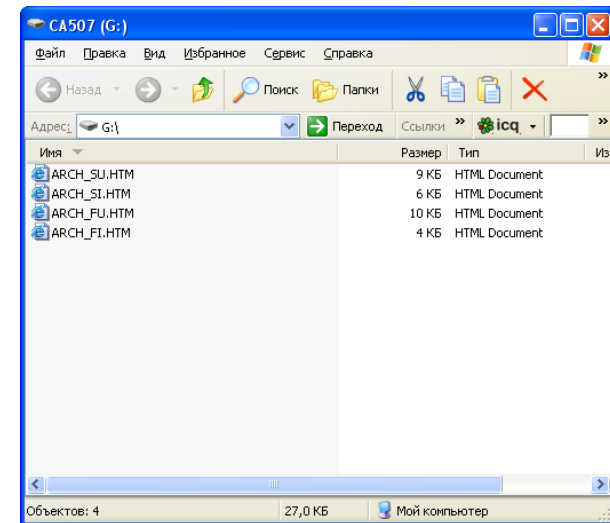

Рисунок 4.3
4) На екрані ПК відкриється вікно програми "Провідник" (рисунок 4.3) з вмістом архіву Компаратора, який позиціонується, як знімний диск ПК (в цьому разі, G:). В архів входять чотири файли: